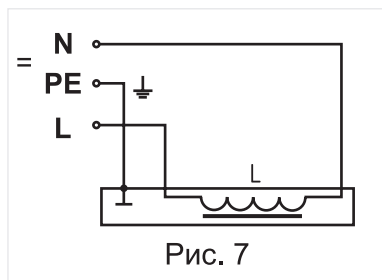

Рис. 7
4.3.6 Электрическая схема подключения клапана приведена на рис. 7.